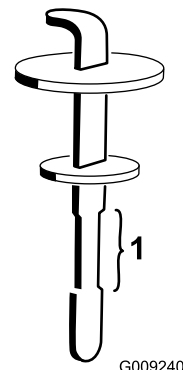

Figura 131
5. Retire a vareta do tubo de enchimento e limpe-a com um pano limpo. Introduza a vareta no tubo de enchimento, retire-a e verifique o nível do fluido (Figura 131).